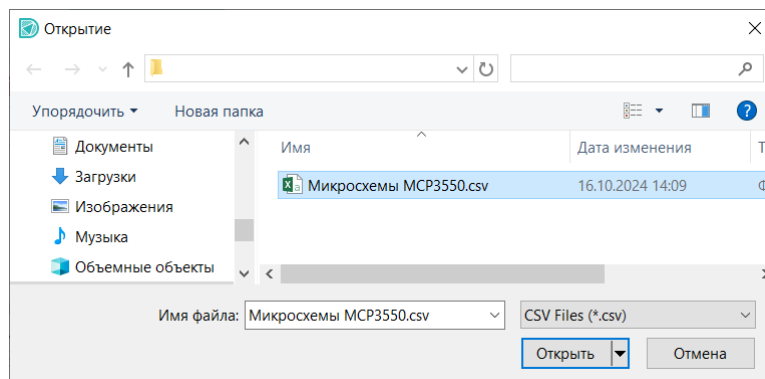

Рис. 326 Выбор csv-файла для импорта радиодеталей
2. С помощью окна проводника выберите csv-файл, из которого будут импортированы данные радиодеталей, см. Рис. 326.